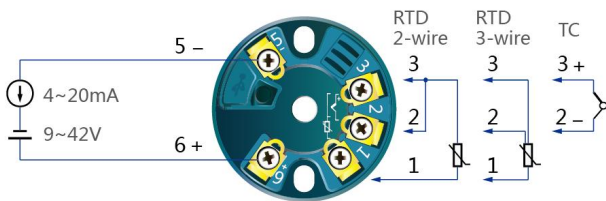

图 2 端子接线图
- 端子接线：参见图 2，适合采用截面面积 $0.2 \sim 1.5(\text{mm}^2)$ 的实芯线或多芯线。由 M3 螺丝紧固连接。